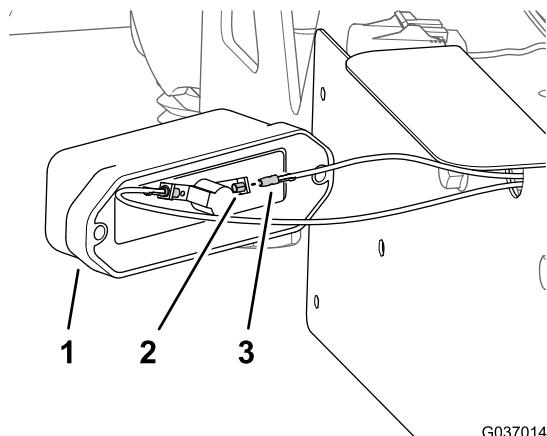

Figure 40
- 1. Insérez les 2 connecteurs cylindriques étiquetés LICENSE LIGHT (éclairage de plaque d'immatriculation) dans les 2 douilles de l'éclairage de la plaque d'immatriculation (Figure 40).